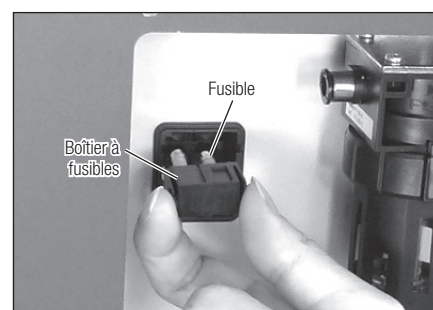

Fig. 30
- 3) Sortez et enlevez le fusible tout en serrant les pinces du boîtier à fusibles à l'intérieur (Fig. 30).